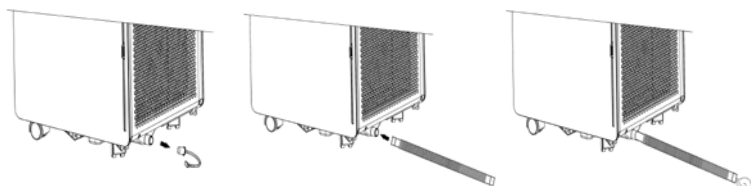

Fig. 6
3. Come mostrato nella Fig. 6, collegare bene il tubo di scarico (solo per l'utilizzo del modello con riscaldamento);